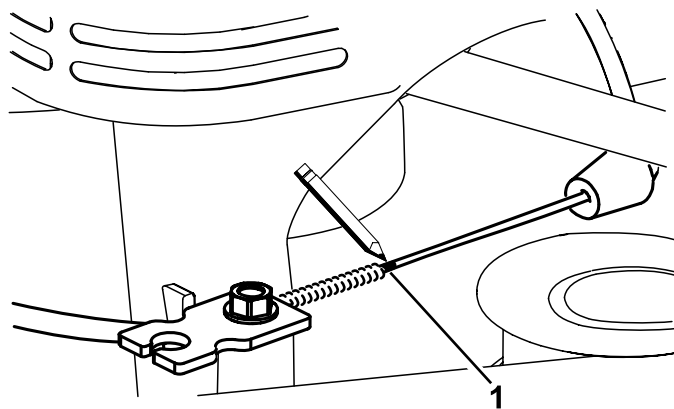
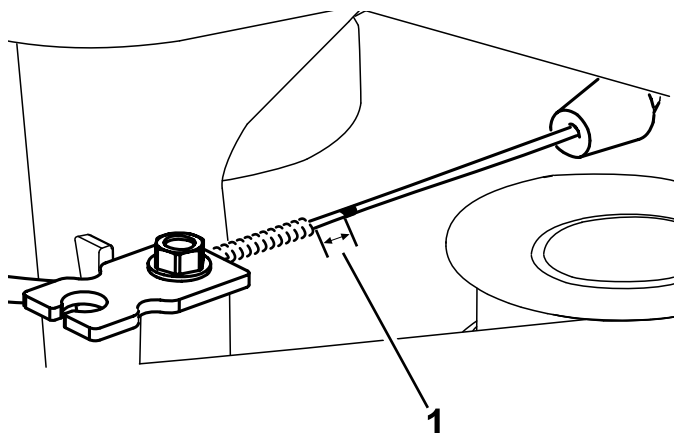

Figura 45
Figura 46
7. Marcai cablul de frână (Figura 45), apoi reglăi mantaua până când este creat un joc de aproximativ 11 mm (Figura 46).